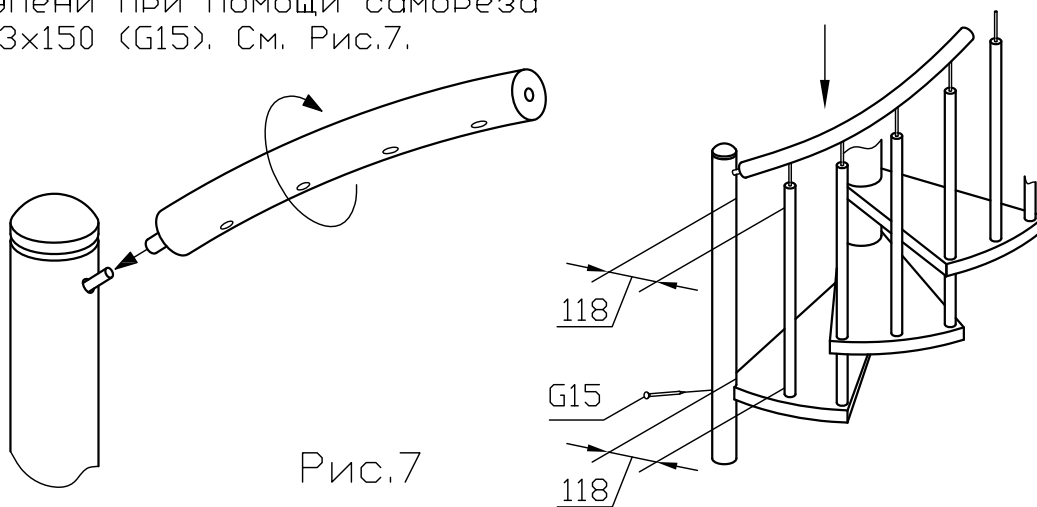

Рис.7
2.7.2 Насадите поручень на трубки балясин, прижмите столб к выемке в первой ступени и замерьте расстояния от столба до первой балясины вниз и наверху. Расстояния должны быть одинаковыми и составлять 118мм. При необходимости, снимите поручень со столбом с балясин и подкрутите поручень в нужную сторону. Когда расстояния будут выровнены, снова насадите поручень на балясины, предварительно выдавив немного герметика в отверстия на поручне, а входной столб притяните к ступени при помощи самореза $\Phi 6,3 \times 150$ (G15). См. Рис.7.